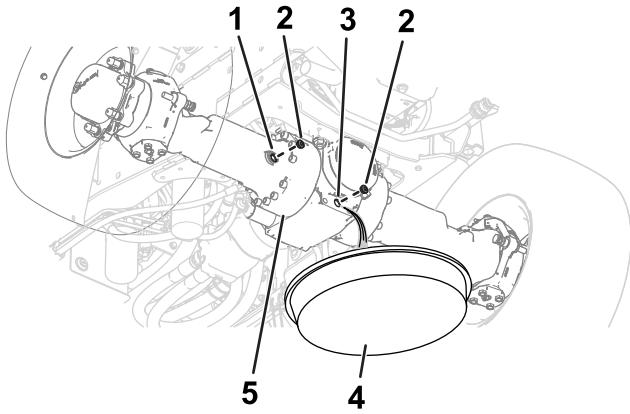
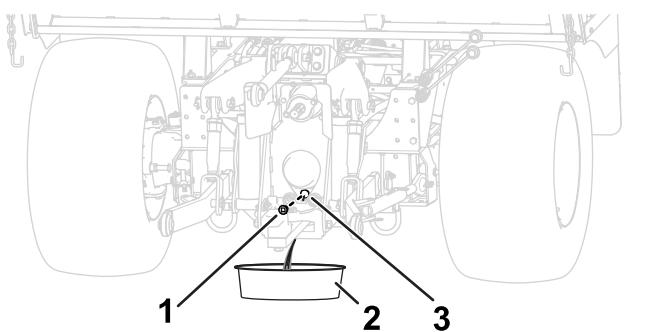

図 99
図 100
1. アクスルのデファレンシャルハウジングの下にドレンパンを置く図 99と図 100。
2. 目視点検ポートとドレンポートからプラグを抜き取る図 99と図 100。